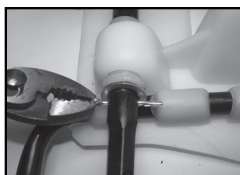
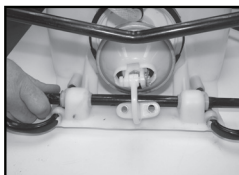

Figure 2a
Figure 2b
- 3) Retirez la goupille fendue de l'arbre de la pompe et retirez la rondelle (Fig. 2a). Tirez et glissez l'arbre du côté opposé le déplaçant du parcours de l'assemblage de la pompe à membrane (Fig. 2b et 2c).